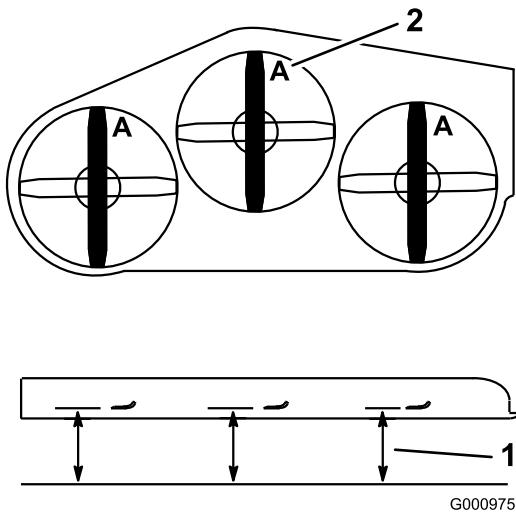

Bild 76
2. Messen Sie von einer ebenen Fläche bis zu den Schnittkante (Stellung A) der Messer (Bild 76).